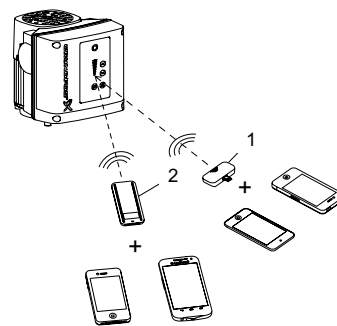

Рис. 117 Grundfos GO Remote
Grundfos GO Remote работает с тремя различными мобильными интерфейсами (MI). См. рис. 117.